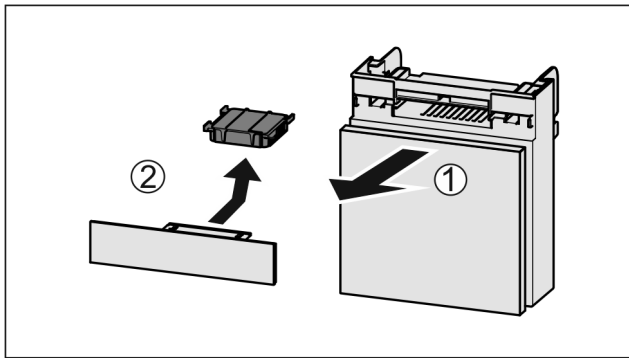

Fig. 52
- ▶ Extraiga Fig. 52 (1) el compartimento hacia adelante.
- ▶ Retire Fig. 52 (2) el filtro de carbón activado.